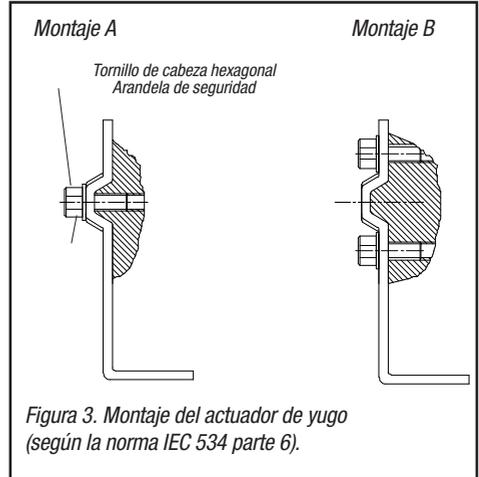

Figura 3. Montaje del actuador de yugo (según la norma IEC 534 parte 6).
3. Afloje el pasador del seguidor y desplácelo a lo largo del brazo del seguidor hasta que la marca de control del engranaje de retroalimentación (figura 3) esté horizontal (apunte al centro del potenciómetro de retroalimentación). Sujete el pasador del seguidor en esta posición.